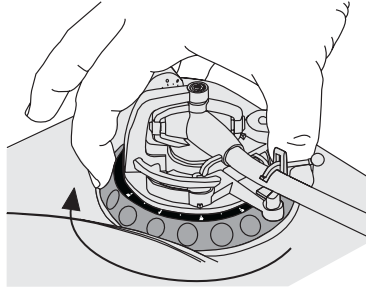

Abb. 8: Höhe einstellen
2. Mit dem Justierring lässt sich das Tonarmalger im Bereich der Skala um bis zu 6 mm anheben; die Grundeinstellung ist 0 mm (Abb. 8).